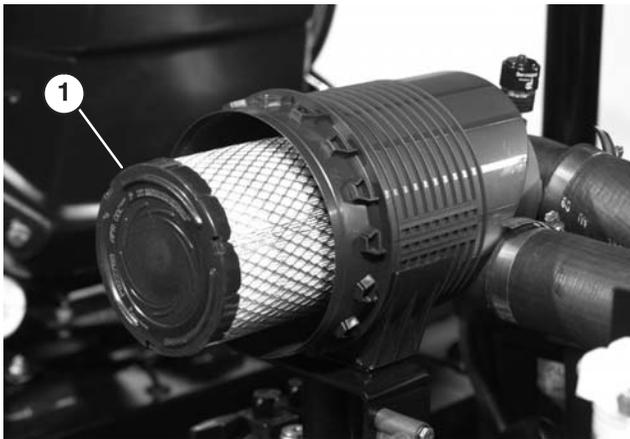
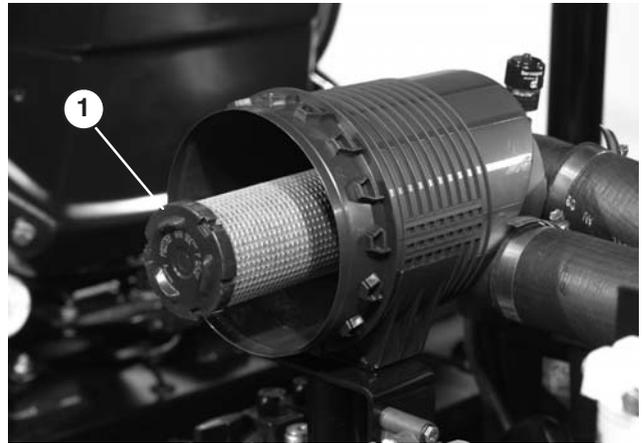

Figure 45
Figure 46
2. Sortez l'élément primaire (Fig. 45) du corps du filtre avec précaution pour ne pas déloger trop de poussière. Évitez de cogner l'élément contre les parois du filtre. **N'enlevez pas l'élément de sécurité (Fig. 46).**